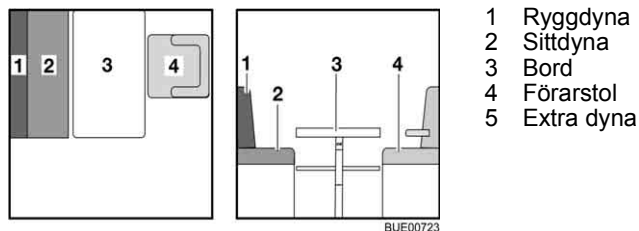

Bild 75 Före ombyggnaden
- Vrid förarstolen (Bild 75,4) och skjut fram den så långt det går.
- Bygg om bordet (Bild 75,3) till sängbotten (se avsnitt 6.12).
- Lägg ryggdynan (Bild 75,1) åt sidan.